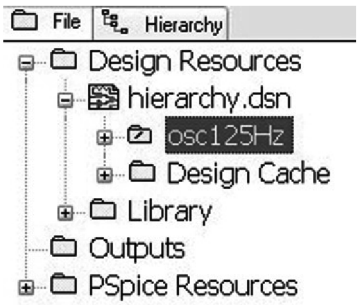

图 20.19 将 SCHEMATIC1 文件夹重命名为 osc125Hz
- 1. 建立名称为 Hierarchy 的新的仿真项目。如图 20.19 所示，在项目管理器中，将文件夹 SCHEMATIC1 重命名为 osc125Hz。